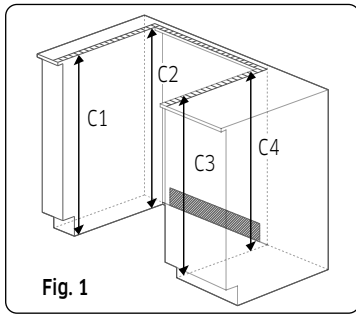

Fig. 1
1. La mesada alrededor del recorte debe ser plana y nivelada (ver zona sombreada de la Fig. 1).
2. Antes de instalar la unidad, mida la altura de los dos lados del gabinete (C1-C4), frontal y posterior (Vea la Fig. 1) desde el piso hasta la parte superior de la mesada.